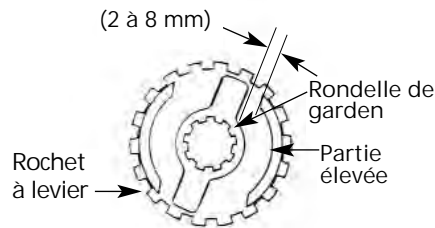

Figure 9 - Positionnement de la rondelle de garde
Placer le ressort (6) sur la jante/pignon à friction. Mettre l'ensemble couvercle du frein (14) sur le bâti et visser le rochet à levier (33) sur l'arbre du pignon. Presser fermement le rochet à levier en position et fixez l'ensemble couvercle du frein au bâti avec les quatre boulons (9). Positionner la rondelle de garde (18) sur l'arbre du pignon de pour qu'il y ait entre 2 à 8 mm entre le bord de la rondelle de garde et la partie élevée de la jante du rochet à levier (Voir Figure 9).